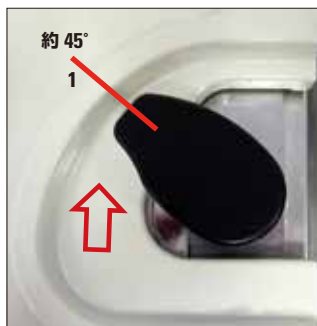

図 72
- レトルトロックを時計方向に約 45° (図 72 の 1) のストップ位置まで回し、解除します。